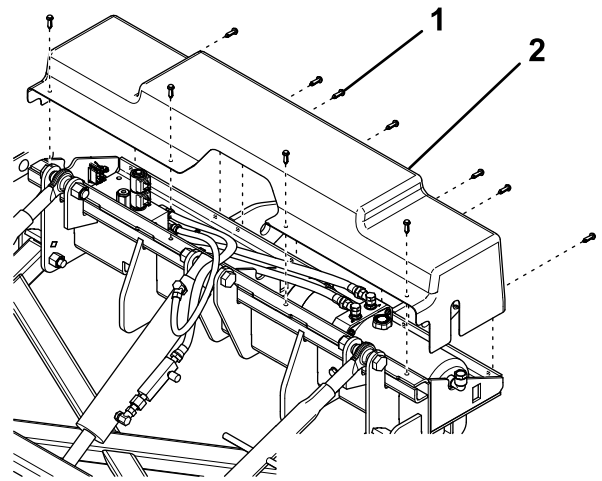

Bild 11
8. Abdeckung der Kupplungsbaugruppe mit 11 Drucknieten befestigen (Bild 11).